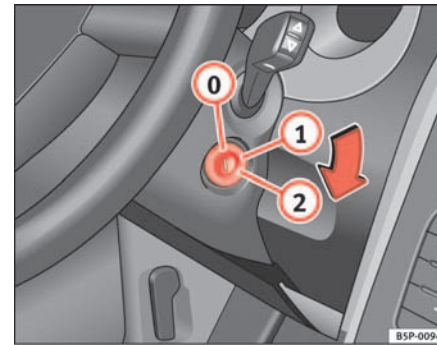

Abb. 131 Stellungen des Zündschlüssels
In dieser Stellung ⇒ Abb. 131 sind die Zündung und der Motor ausgeschaltet und die Lenkung kann gesperrt werden.
- Drehen Sie den Zündschlüssel in Stellung ⇒ Seite 168, Abb. 131 . Beim Vorglühen des Motors leuchtet die Kontrollleuchte  auf.
- Drehen Sie den Zündschlüssel in Stellung ⇒ Seite 168, Abb. 131 .